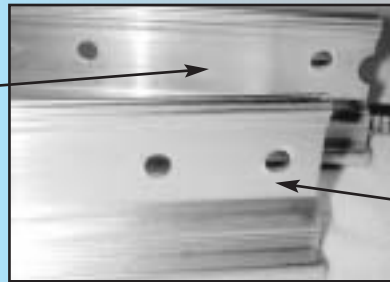

Fig. 1-6
- Seleccione la sección "intermedia" del riel. (Esta sección parece idéntica en ambos extremos y cada juego de agujeros tiene unas 4 pulgadas de separación.) **Fig. 1-6.**
- Sélectionner la deuxième section du rail. (Les extrémités de cette section sont identiques, elles sont toutes deux dotées de trous séparés par 10 cm). **Fig. 1-6.**